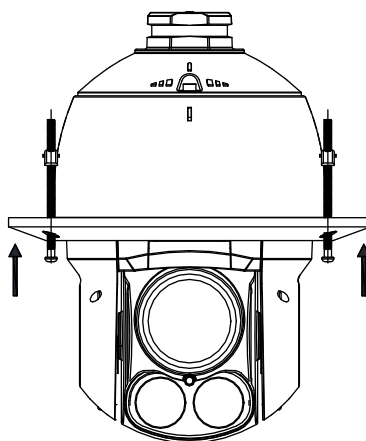

图2-37 安装蝴蝶夹
1. 将 3 枚蝴蝶夹按指示方向安装至球体上，如图 2-37 所示。